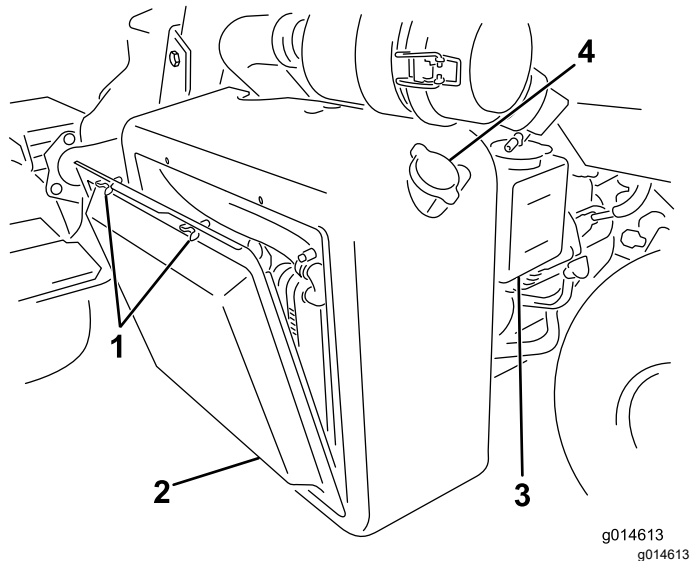
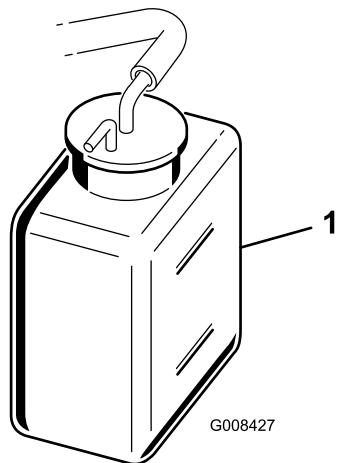

Bild 50
Bild 51
1. Entfernen Sie das Gitter (**Bild 50**).
2. Prüfen Sie den Kühlmittelstand (Bild 50 und Bild 51).